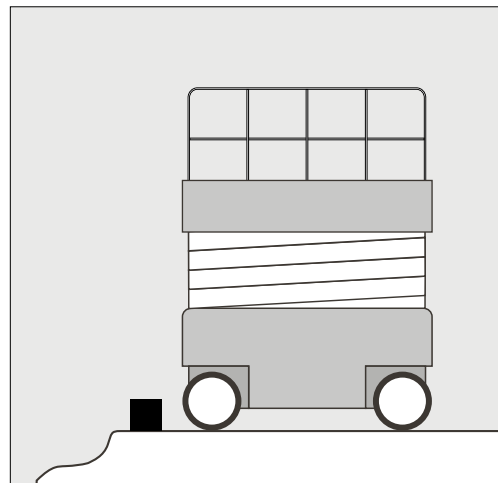

Fig. 3: les zones à risque de chute doivent être pourvues d'une plinthe convenablement fixée.
9. En cas d'utilisation d'une PEMP automotrice (catégories 3a et 3b): veille-t-on à sécuriser les **zones à risque de chute** sur le lieu d'intervention? (Fig. 3) oui non